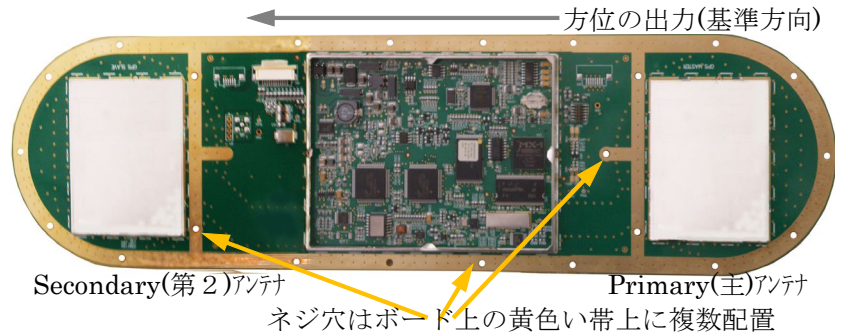

図2-1 固定用ネジ穴
H102を収納ケースに固定する場合は、図2-1に示すボード上の複数のネジ穴（黄色の帯上に配置）を利用します。H102を使った方位測定時、ボードのアンテナ面（図2-1はアンテナ実装面の反対側を示しています）を上にしたまま。
また図2-1のボード中央部分に主要な電子部品が示されていますが、製品はこの部分がシールド板で覆われています。
- ・H102を使った測位は、Primary(主)アンテナの位置を出力します（図2-1参照）。